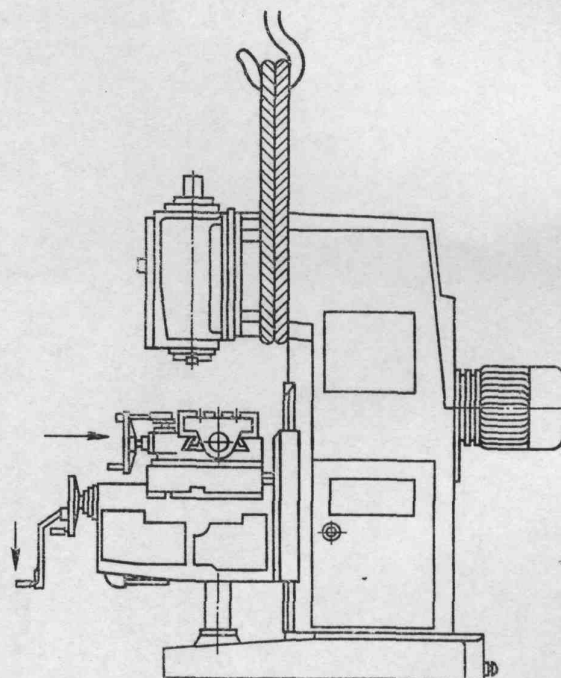

Рис. 28. Схема транспортировки станка
2.2.2. Транспортирование (рис. 28). При транспортировке упакованного станка канаты следует располагать в соответствии с обозначением мест строповки на упаковочном ящике. Канат должен быть выбран с учетом веса брутто упакованного станка.